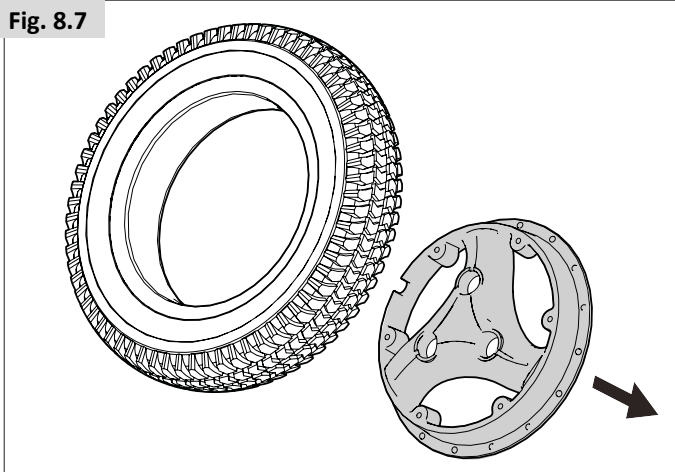

Fig. 8.8
- Sortez délicatement la chambre à air du pneu, (Fig. 8.8).